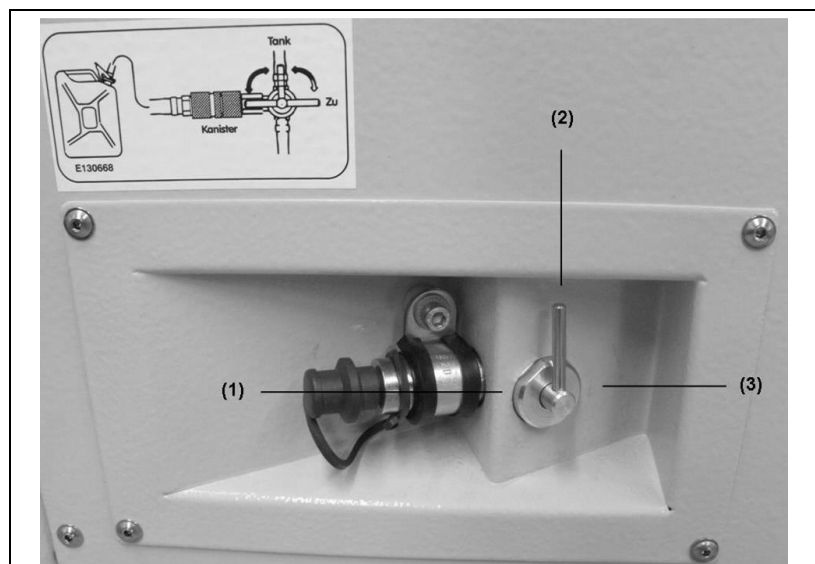

Fig. 5-12: Llave de combustible de 3 vías
3. Poner la llave de combustible en la posición de depósito propio (*Fig. 5-12-(2)*).
8. Ponga la llave de combustible en la posición de "Repostaje auxiliar" (*Fig. 5-12-(1)*).